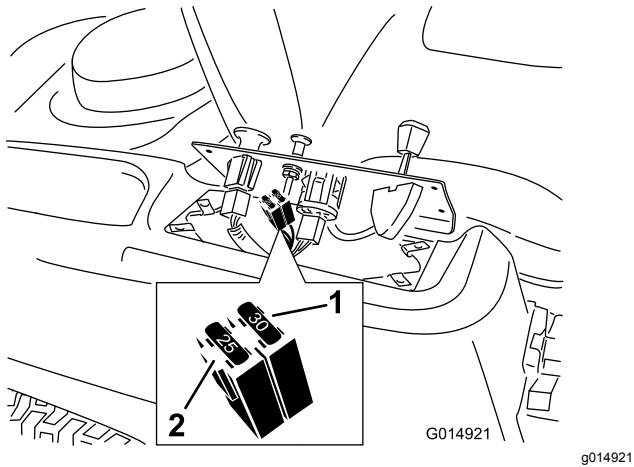

Figure 50
2. Soulevez le panneau de commande pour accéder au faisceau de câblage principal et au porte-fusibles (Figure 50).
3. Pour remplacer un fusible, tirez dessus pour l'enlever (Figure 50).